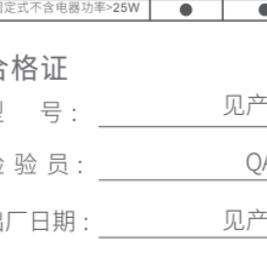
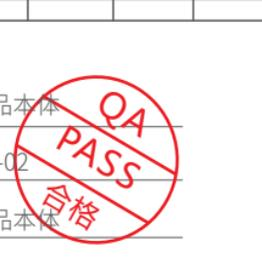

图3
图4
3.如需调节模组在灯体中的位置时应先拆下模组，再找到合适位置装入，切勿将已装入灯体的模组在灯体内左右推动，如图3-图4所示；